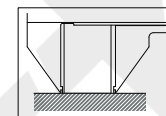

Fig.2
- O calibrador de vernier vertical é ajustado com zero na placa (Fig. 2). A garra do vernier vertical e as garras do vernier horizontal entram em contato com a placa, pressione o botão '0' para definir o zero.